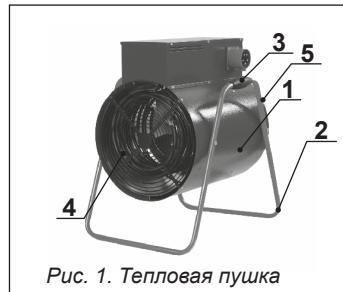

Рис. 1. Тепловая пушка
5.1. Схема тепловой пушки представлена на рис. 1:
5.3. Корпус 1 тепловентилятора (см. рис.1) изготовлен из листовой стали, покрытой высококачественным полимерным покрытием. Корпус закреплен на подставке (2) с двумя ручками (3) для переноски. Внутри корпуса установлены трубчатые электронагревательные элементы и осевой вентилятор. Вентилятор всасывает воздух через заднюю решетку (5), поток воздуха, проходя через электронагреватели, нагревается и подается в помещение через переднюю решетку (4). Органы управления расположены на боковой стенке корпуса.